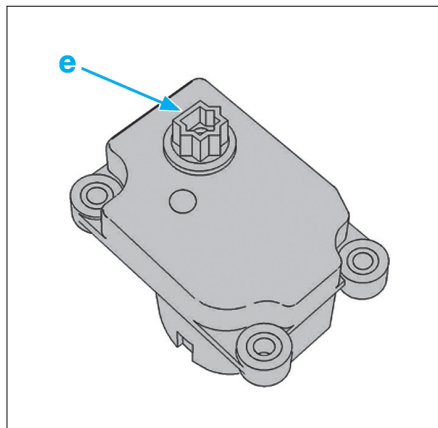

Fig. 29a
- **A la repose**, procéder à l'inverse de la dépose et en alignant les détrompeurs (e) (Fig.29a), des motoréducteurs.